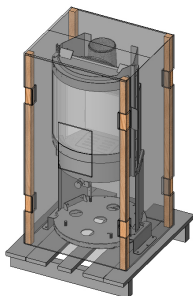

FIG. 1 - IMBALLO STRUTTURA STUB
- Uno contiene la struttura della Fig.1.